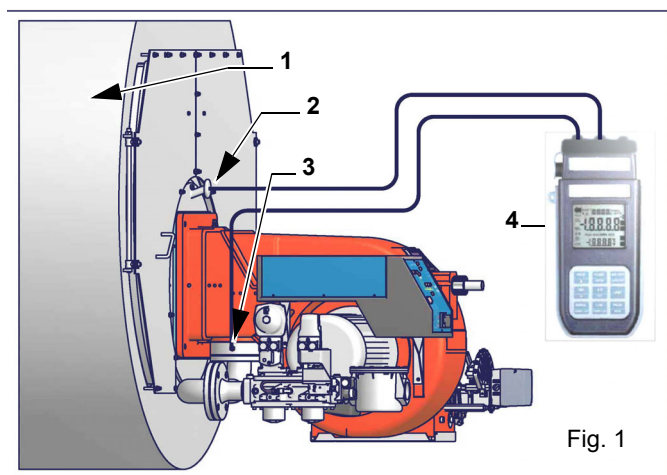

Fig. 1
- 4 fijarlo con los tornillos de unión a la caldera, según el dibujo referido en la Fig. 1